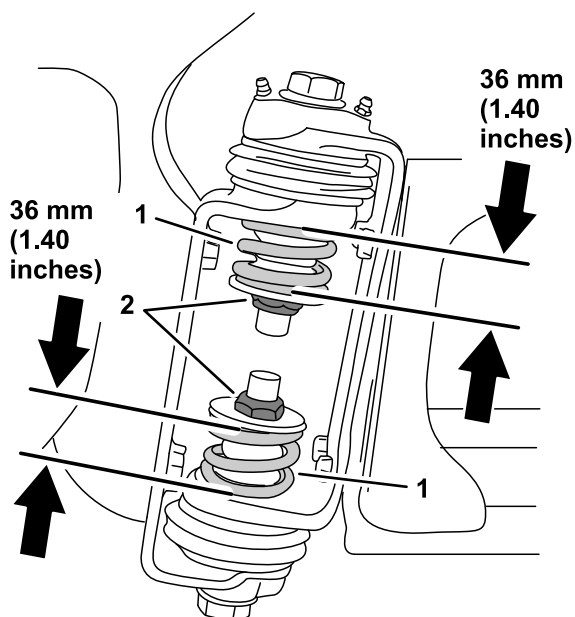

Figura 6
6. En la bisagra del brazo, mida la compresión de los muelles superior e inferior, con los brazos en posición extendida (Figura 6).